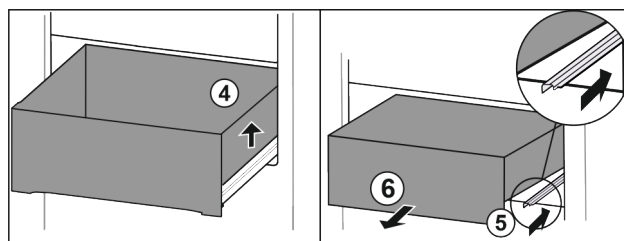

Fig. 128
- ▶ Emelje meg a fiók jobb oldalát. Fig. 128 (4)
- ▶ Tolja be a jobb oldali sínt. Fig. 128 (5)
- ▶ Vegye ki a fiókot előre felé. Fig. 128 (6)